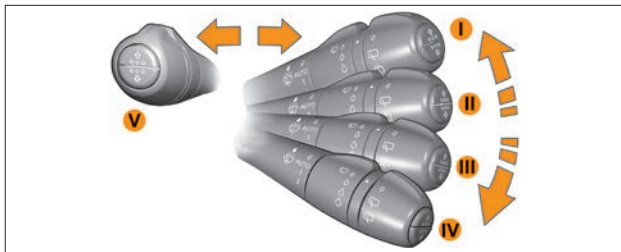

Рис. 3.9.9. Положения правого рычага подрулевого переключателя (в варианном исполнении)
**Положения правого рычага подрулевого переключателя (рис. 3.9.9):**